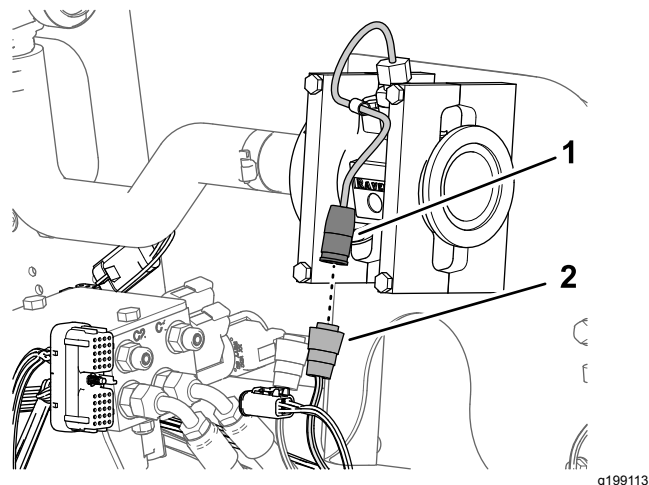

Bild 87
1. Stecken Sie den 3-Buchsen-Stecker des 89-cm-Kabelbaumzweigs, der mit FLOW METER beschriftet ist, in den 3-Stift-Stecker des Durchflussmessgeräts (Bild 87).